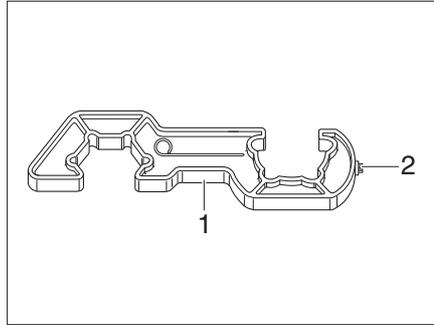

Fig. 85 Dispositif de vissage
- ▶ Pour visser et dévisser les flexibles à haute pression, utiliser le dispositif de vissage (Fig. 85,1) fourni. Il assure le couple de serrage requis et prévient l'endommagement du raccord vissé par l'utilisation d'un outil incorrect.
- Dévisser le flexible à haute pression (Fig. 82,3) de la bouteille de gaz à l'aide du dispositif de vissage (Fig. 85).